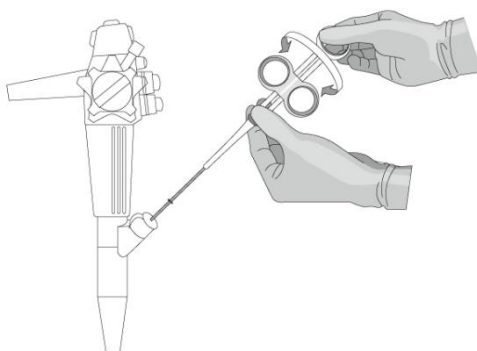

Abbildung 2
6. Drehen Sie den Griff, um die Backen in die optimale Richtung auszurichten (siehe Abbildung 2).